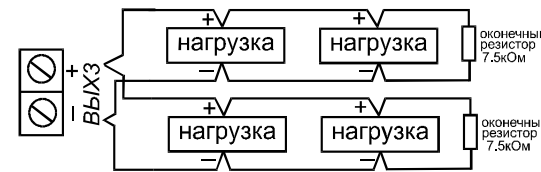

Рис.8(а) - Схема подключения нагрузки к выходу «ВЫХ3» при двух лучах
6. При подключении устройств оповещения к выходу «ВЫХ3» допускается разводка линий звездой. Значение оконечных резисторов определяется числом ответвлений. При двух лучах - оконечные сопротивления по 7,5 кОм, при четырех - по 15 кОм (рис.8 а,б).